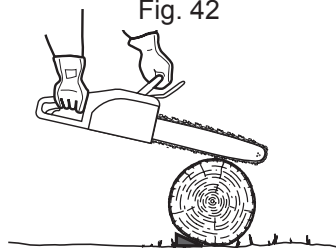

Fig. 43
- > Si le diamètre du rondin est suffisant pour insérer une cale sans toucher la chaîne, utilisez une cale pour maintenir le rondin en position et ainsi éviter les pincements (Fig. 43).